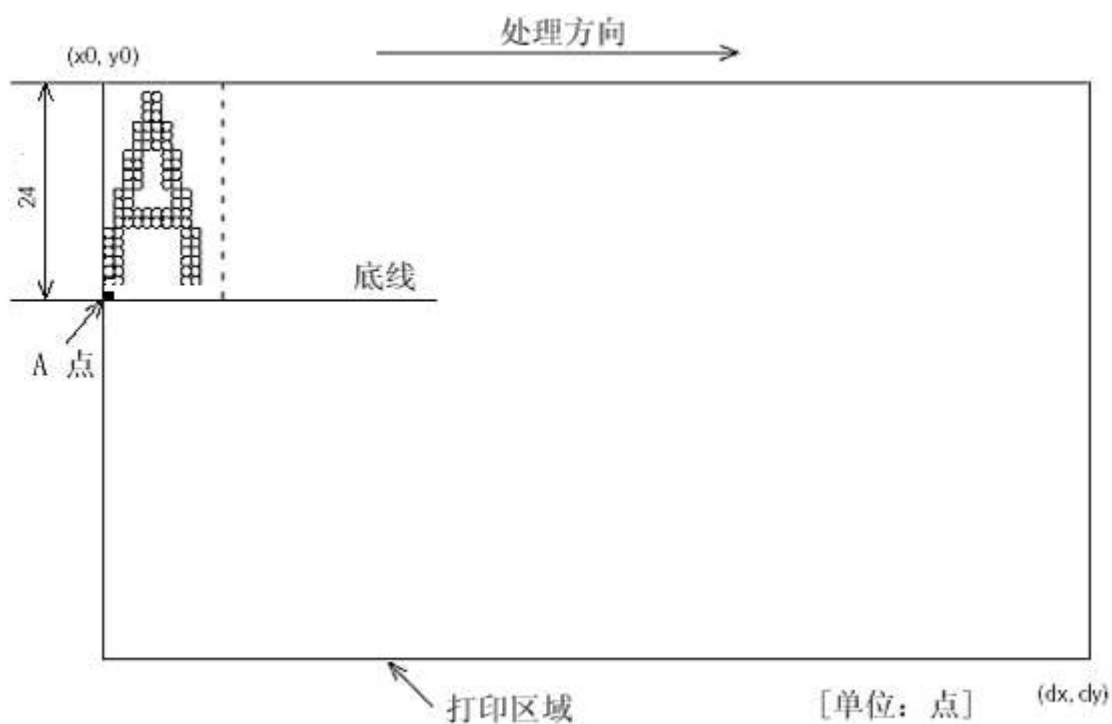

图 B.2 字符数据的存储位置
- 2) 打印机在打印区域和打印区域方向（由**ESC T**指令设置）设置之后，接收到的打印数据将会在打印区域内按照图B.2所示位置排列，A点为打印区域的起始位置，这是个默认值。（当一个字符被打印时，A 点作为基线）